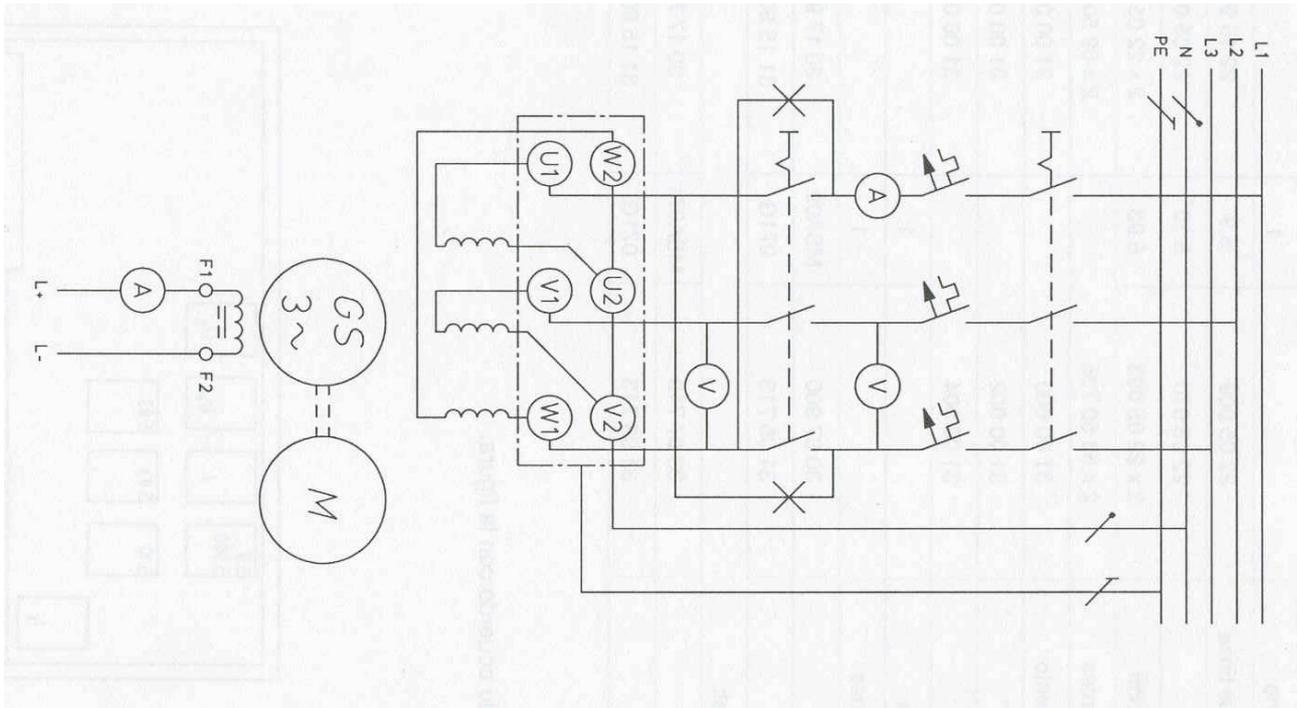

Figura 4. Conexión de la Maquina para el acoplamiento.
- Conecte los arrollados del estator de la maquina síncrona en triangulo o delta. La conexión se hará como se muestra en la figura 4. No haga la conexión del portabombillas.
- Después de verificar la coincidencia de fases y la secuencia de la maquina, baje la tensión del estator a cero y detenga la máquina. Haga la conexión del portabombillas y el resto de la instrumentación de acuerdo a lo mostrado en la figura 4 y 5.